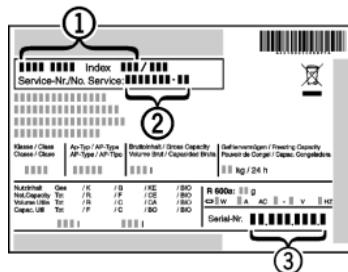

Fig. 18
- Назва пристрою Fig. 18 (1), сервісний номер Fig. 18 (2) та серійний номер Fig. 18 (3) вказані на таблиці типів. Таблиця типів знаходитьться всередині пристрою, зліва.
- Повідомте сервісну службу про характер неполадки, назву пристрою Fig. 18 (1), сервісний номер Fig. 18 (2) та серійний номер Fig. 18 (3).